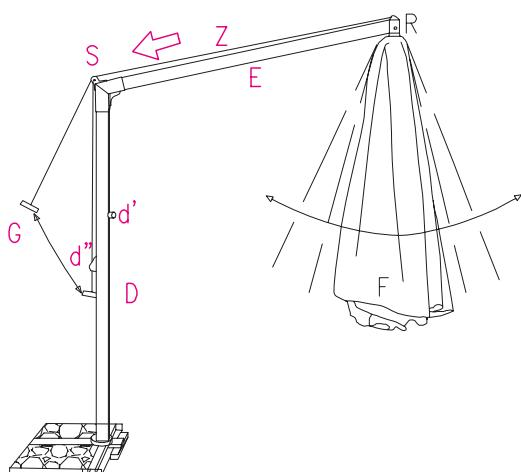

Fig. 3
5. (Abb. 3) Das Stahlkabel (Z) durch die Seilrolle (S) führen.
#### ÖFFNEN DES SONNENSCHIRM (Abb. 3 - 3d - 9)
**MONTAJE DE LA ESTRUCTURA (fig. 3 - 3a - 3b - 3c)**
**△ La conexión del quitasol (R) se debe introducir completamente en el tubo inclinato (E).**
- Para el montaje del montante vertical D con la conexión de la sombrilla R poner cuidado que la posición del botón automàtico d' sea la indicada en la fig.3 a.
- (fig. 3) hacer pasar el cable de acero (Z) en la polea (S).
**COMO UTILIZAR SU "RIO"****ABERTURA DEL QUITASOL (fig.3 - 3d - 9)**